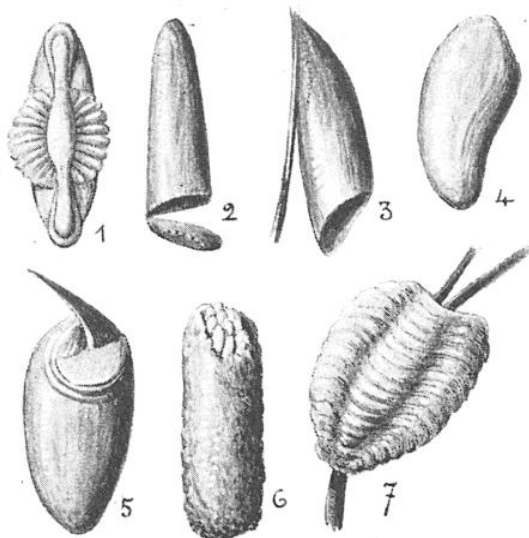
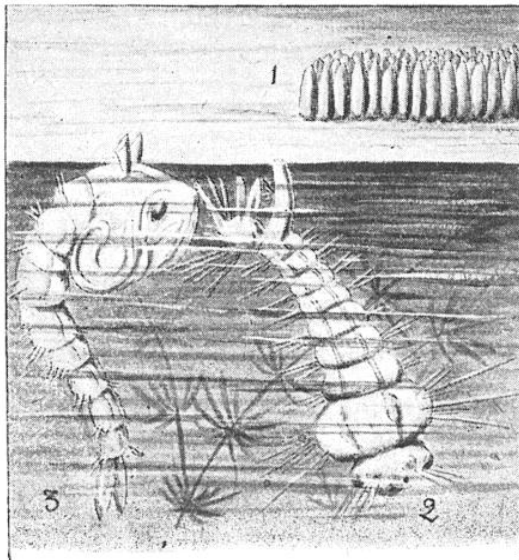

FIG. 1. — DIFFÉRENTS ASPECTS PRÉSENTÉS PAR LES ŒUFS D'INSECTES
FIG. 14 — MOUSTIQUE OU COUSIN
Voyez (fig. 1) cet œuf d'*Anophèle* (1), qui doit être déposé sur l'eau ; il a tout ce qu'il faut pour le maintenir à la surface du liquide. A côté, celui du moustique (2) possède une partie inférieure plate, ce qui permet à la pondeuse d'agglomérer sa ponte en une espèce de radeau qui prend l'aspect d'un paquet de cartouches minuscules (fig. 14). L'œuf du *Gastrophile* est en cône à base oblique. La partie pointue est collée à un poil de l'animal sur lequel la larve doit éclore (3). Celui de *Simulie* (4) est irrégulier, bosselé. Voici pour chacun d'eux, pris isolément. N'oublions pas maintenant que, souvent, les œufs se présentent par paquets, protégés par des enveloppes revêtant une forme spéciale à chaque espèce d'insecte. Nous montrons (5) une ponte d'*Hydrophile*, ce gros Coléoptère noir si commun dans nos mares et nos étangs. Les œufs sont entourés d'une matière soyeuse ; un pédoncule, à la partie supérieure, sert à fixer cet ensemble à une plante aquatique ou à une pierre submergée. L'étui (6), entr'ouvert par le haut, renferme des œufs de *Criquet voyageur*. La *Mante religieuse* recouvre également ses œufs, pour les dissimuler aux oiseaux et aux petits carnassiers qui les dévoreraient (7).
Nous présentons (fig. 14) les œufs (1), la larve (2), la nymphe (3), d'un Moustique. Nous avons décrit, précédemment, les premiers. La larve est un petit monstre, couvert de soies rigides, qui vient respirer à la surface de l'eau par un siphon placé à sa partie postérieure. La nymphe n'est pas moins étrange, mais ne respire pas de la même façon. Elle absorbe l'air au moyen de cornes thoraciques situées en